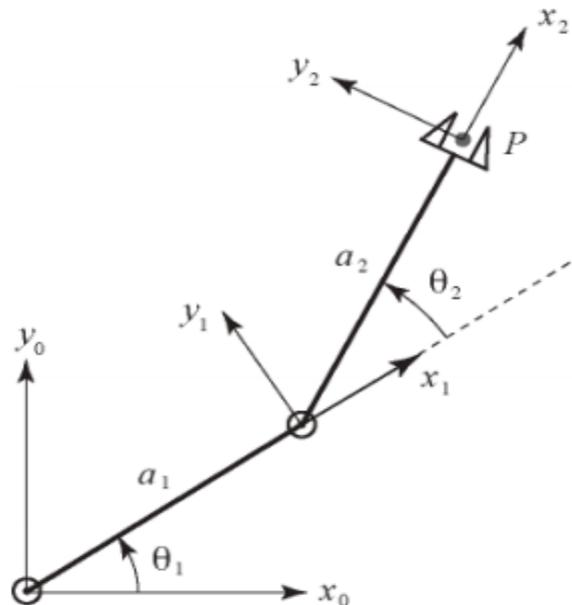

Figure 1 : Robot planaire à 2 DDL (RR).
- Calcule le MGD d'un robot planaire à deux articulations rotoïdes (RR), et dont les longueurs des segments sont $a_1 = 0.6$ m, $a_2 = 0.4$ m (voir la Fig. 1).